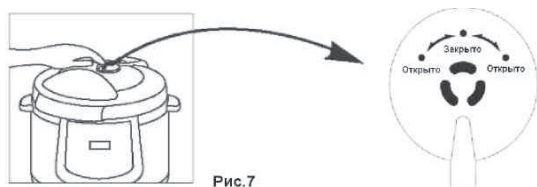

Рис. 7
5. Установите регулятор давления в положение «ЗАКРЫТО» (Рис. 7).